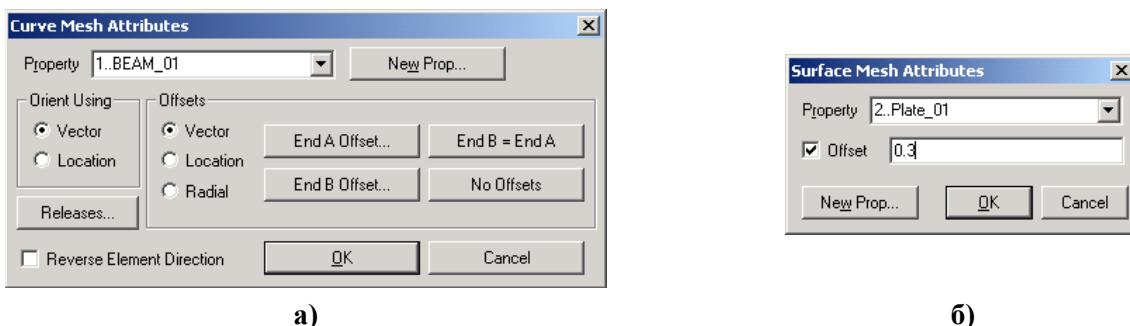

Рис.3.9. Діалогові панелі призначення геометричним об’єктам атрибутів: а) – для кривих;
- вздовж кривих для одновимірних СЕ (**Attributes Along Curve...**): спочатку обираються криві, потім на діалоговій панелі „**Curve Mesh Attributes**”, що з’являється (див. рис.3.9-а), обирається „**Property**” або створюється нова „властивість” (**New Property...**); у секції „**Orient Using**” обирається спосіб, за яким буде вказуватися орієнтація осі Y перерізу одновимірного СЕ („**Vector**” – вектором або „**Location**” – точкою); у секції „**Offset**” – спосіб завдання відступу (зміщення) осі СЕ від обраних кривих: „**Vector**”, „**Location**” або „**Radial**”; кнопками „**End A Offset**”, „**End B Offset**” або „**End B = End A**” – їх величини („**No Offset**” – відсутність). Кнопкою „**Released...**” (рухливість) викликається панель для відключення на
- на поверхні для двовимірних СЕ (**Attributes On Surface...**): спочатку обирається поверхня, потім на діалоговій панелі „**Surface Mesh Attributes**”, що з’являється (див. рис.3.9-б), обирається „**Property**” або створюється нова „властивість” (**New Property...**); у вікні „**Offset**” задається зміщення СЕ відносно поверхні (при необхідності);